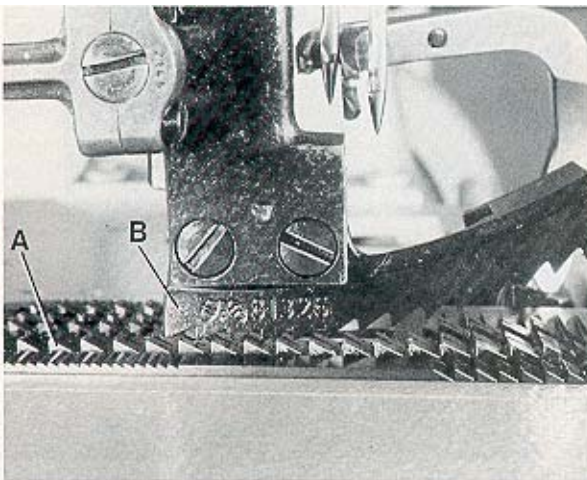

Fig.19
At highest point of feed travel the rear teeth of the feed dog (A, Fig. 19) should just project their full depth above the top surface of throat plate.
Simultaneously the upper feed dog (B, Fig. 19) should be positioned so that the tips of its teeth engage with the tooth spaces of the lower feed dog (A), without contacting it. When the lower feed dog (A) is in its highest and the upper feed dog (B) in its lowest point of travel, there must be a small gap between both feed dogs. The feed travel of the upper and the lower feed dog should be synchronous.
Gleichzeitig muß der Obertransporteur (B, Fig. 19) so positioniert sein, daß die Spitzen seiner Zähne in die Zahnflächen des unteren Transporteurs (A) eingreifen, ohne diesen zu berühren. Wenn der untere Transporteur (A) in der höchsten und der Obertransporteur (B) in der untersten Stellung seiner Bewegung ist, muß zwischen beiden Transporteuren ein Luftspalt sein. Die Transportwege des oberen und unteren Transporteurs müssen gleich (synchron) sein.